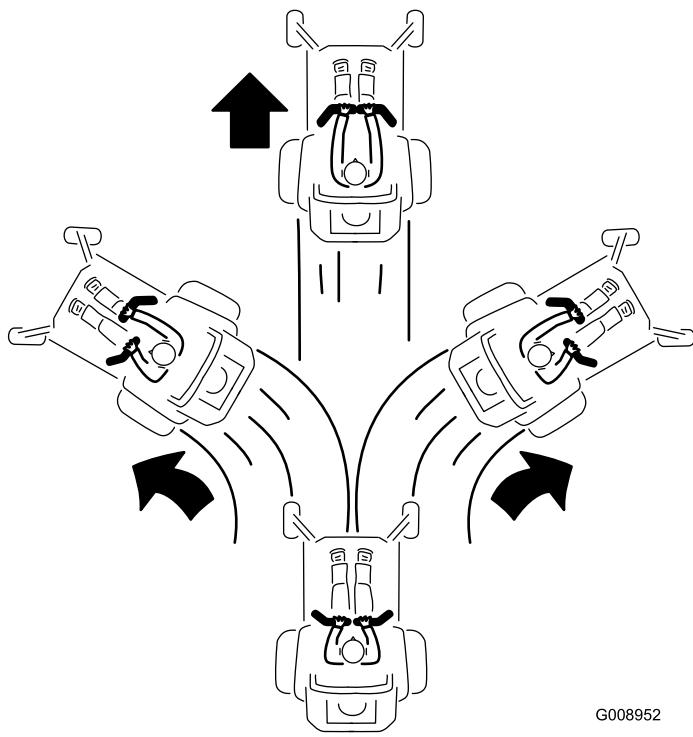

Figura 22
- Para ir hacia adelante, empuje lentamente las palancas de control de movimiento hacia adelante (Figura 22).